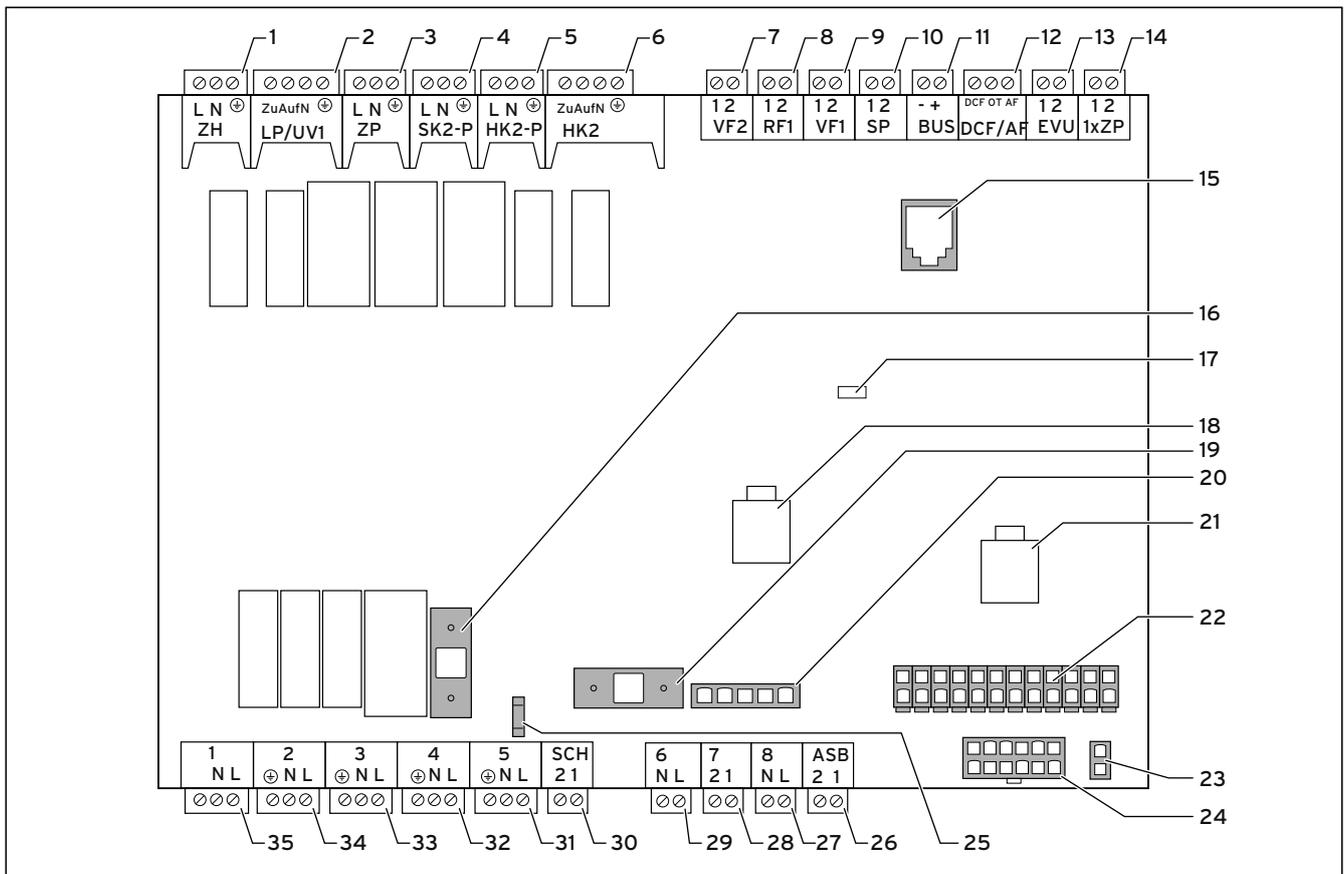

Abb. 7.14 Reglerplatine
- Schließen Sie den Kontakt des Rundsteuersignal-Empfängers an Klemme 13 „EVU“ (Energieversorgungsunternehmen) an (→ **Abb. 7.14, Pos. 13**).
- Installieren Sie die Standardfühler VR 10 entsprechend den Anforderungen des Hydraulikschema-Beispiels und schließen Sie sie an den jeweiligen Klemmen der Reglerplatine an (→ **Abb. 7.14**).
- Schließen Sie die externe Heizkreispumpe an Klemme HK2-P an (→ **Abb. 7.14, Pos. 5**).